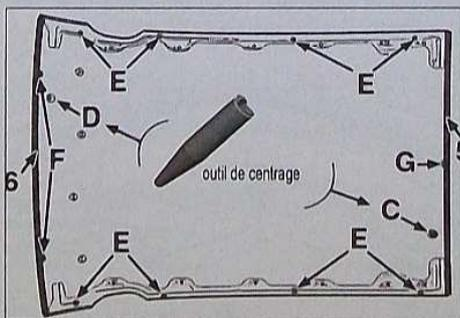

FIG. 63
Reposer des cales de hauteur aux emplacements prévus en (E) sur le joint surmoulé (si nécessaire) (Fig.63).